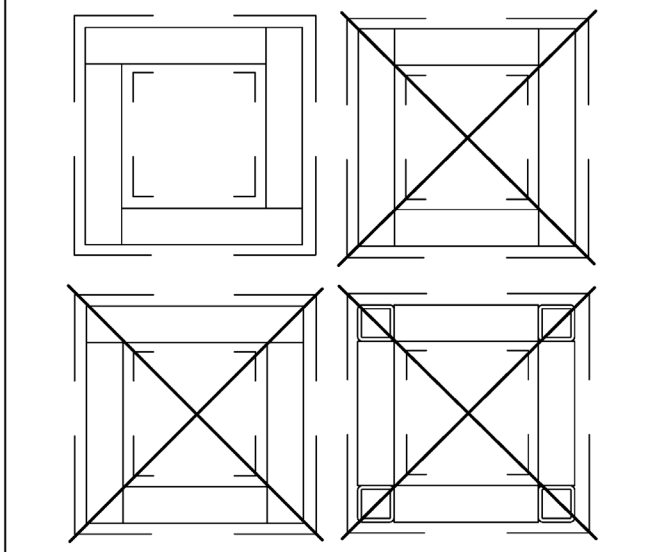
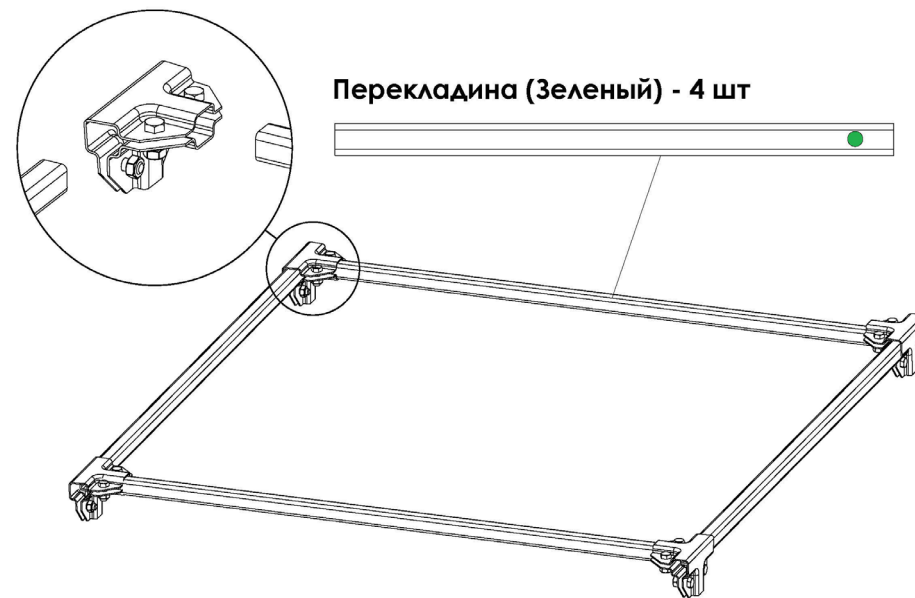
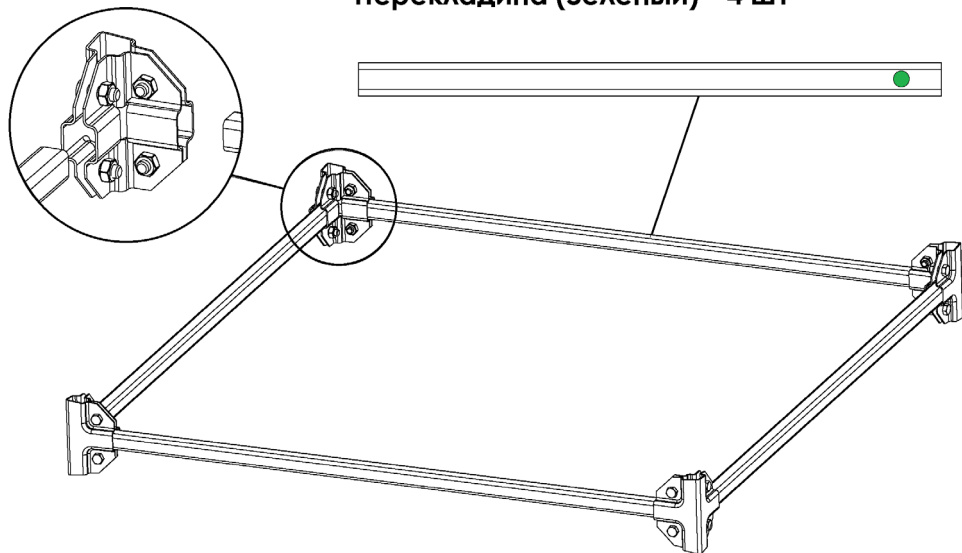

Рис. 4 – Схема расположения перекладин
Рис. 5 – Сборка верхнего яруса
Рис. 7 – Сборка нижнего яруса
2. Провести сборку верхнего яруса. Для этого необходимо согласно схеме (Рис. 4) скрепить между собой перекладины и стойки с помощью ранее подготовленных скоб. (Рис. 5, 6). После сборки провести окончательную затяжку скоб.
3. Провести сборку нижнего яруса. Для этого необходимо согласно схеме (Рис. 4) скрепить между собой перекладины и стойки с помощью ранее подготовленных скоб. (Рис. 7, 8). После сборки провести окончательную затяжку скоб.
**ВАЖНО!** Перед окончательным стягиванием убедитесь в правильном расположении перекладин согласно схемам (Рис. 4, 9). Неправильная сборка может привести к разрушению конструкции в ходе эксплуатации.